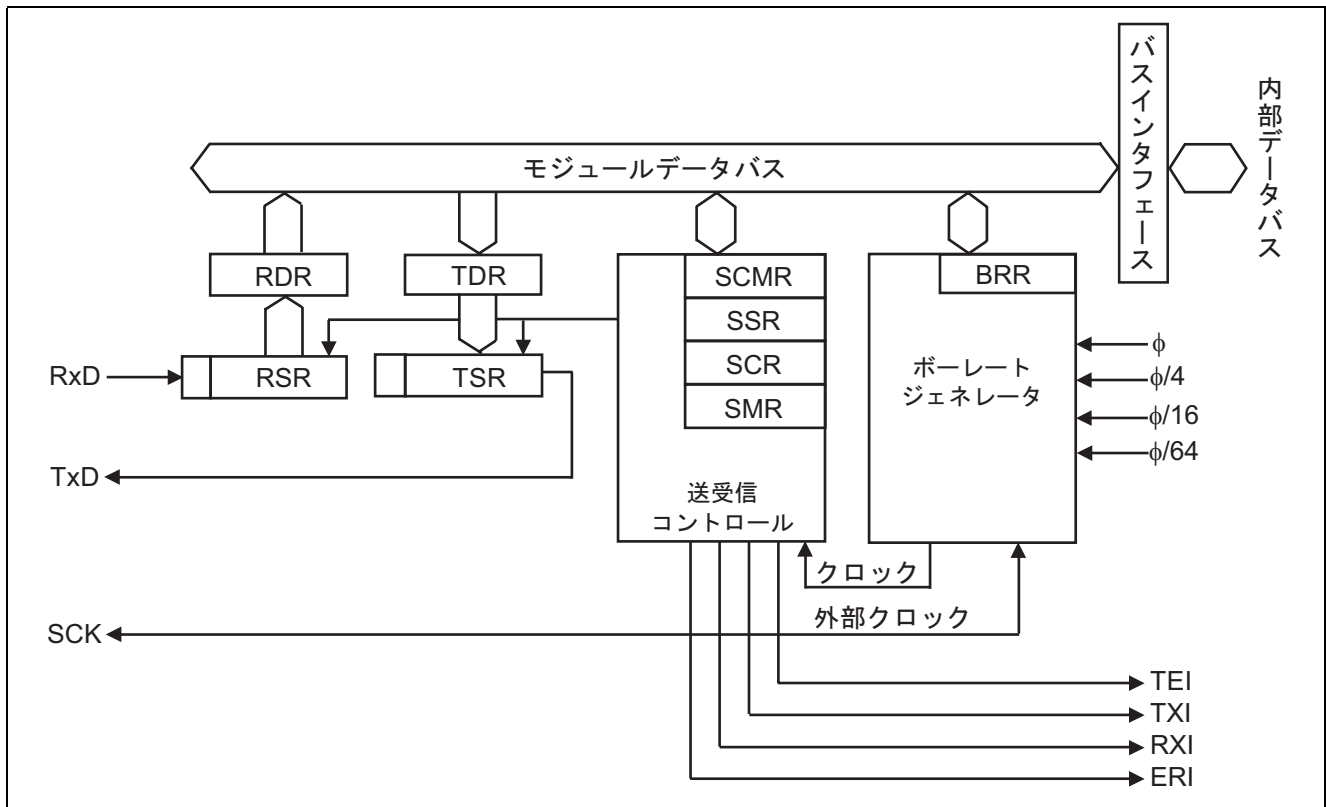

図2 クロック同期式シリアルデータ同時送受信のブロック図
(1) シリアルコミュニケーションインタフェース (SCI) のブロック図を図 2 に示し、以下に SCI のブロック図について説明します。